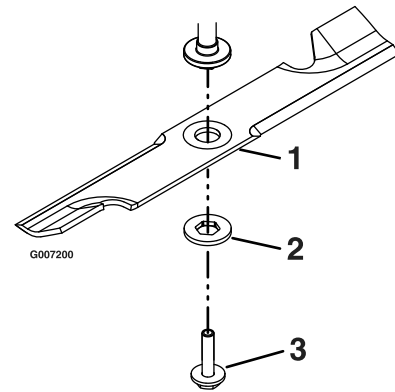

Figura 40
2. Con la llave inglesa todavía colocada en el perno de la cuchilla, mantenga inmóvil el eje de la cuchilla y utilice un trapo o un guante bien acolchado, intente hacer girar la cuchilla. Si la cuchilla gira con relación al protector del eje sin apretar más el perno de la cuchilla, la arandela elástica ha sido aplanada o dañada y el conjunto de perno y arandela debe ser sustituido (Figura 40). Consulte las secciones Cómo retirar las cuchillas y Cómo instalar las cuchillas.
Sujete el extremo de la cuchilla usando un trapo o un guante densamente acolchado (o coloque una llave inglesa en la tuerca superior de la roldana). Retire el conjunto del perno de la cuchilla y la arandela, la arandela y la cuchilla del eje de la cuchilla (Figura 40).
1. Instale la cuchilla en el eje (Figura 40).